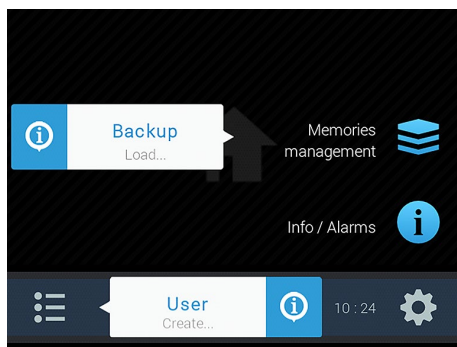
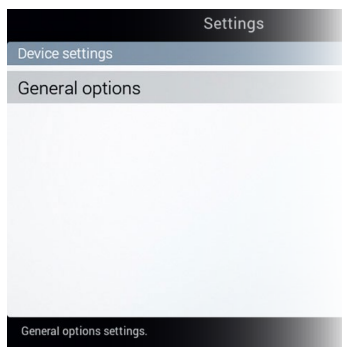

Fig. 10
Fig. 11
Przy pierwszym włączeniu, po sprawdzeniu systemu, monitor przechodzi bezpośrednio na stronę „Home” (Fig. 10).
- Na stronie „Home” (Fig. 10) nacisnąć **FB** w celu dostępu do menu **Settings** (Fig. 11).